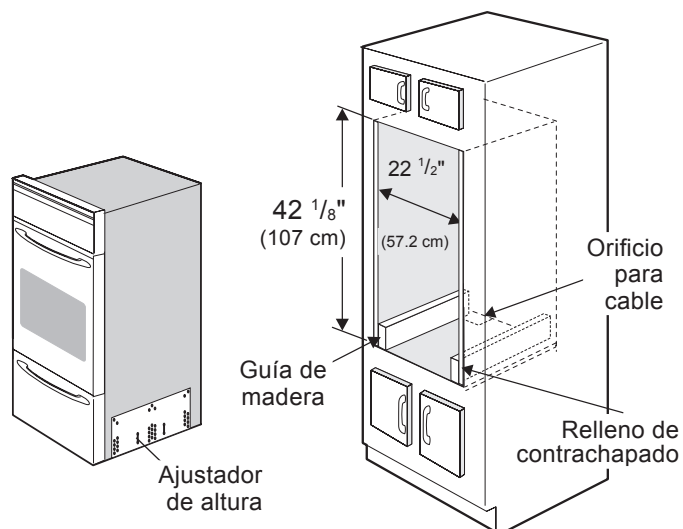

Figura 4
- Si la abertura tiene altura de 42-1/8", baje el ajustador de altura 1" (ver sección 4) y fije dos guías de madera de 2" X 4" X 22" a cada lado de la parte inferior de la abertura (ver Figura 4).